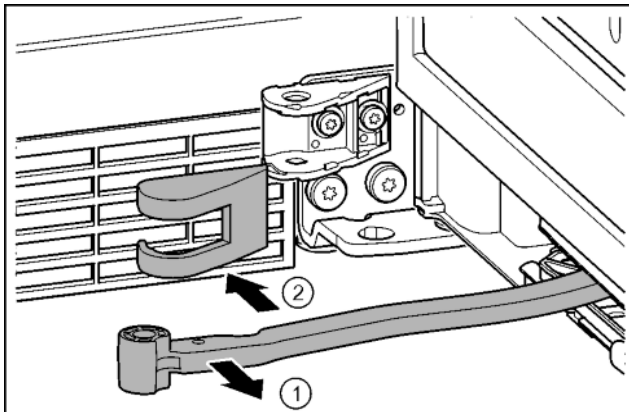

Fig. 17
▶ Повернуть шарнир в направлении двери. Fig. 17 (1)
▶ Снять крышку опорного кронштейна. Fig. 17 (2)